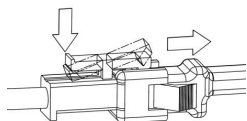

Рисунок 14
1. Отсоедините розетку и вилку разъема ламп, оттянув пластиковый выступ, как показано на рисунке слева, чтобы открыть блокировочное устройство (*Рисунок 14*).